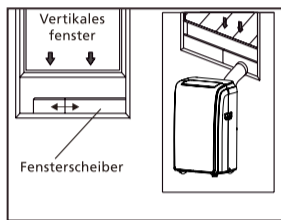

Abb. 5
- 4 Befestigen Sie den Schlauchauslass im Fensterschieber-Kit an und versiegeln Sie es (Abb. 5 und 6).